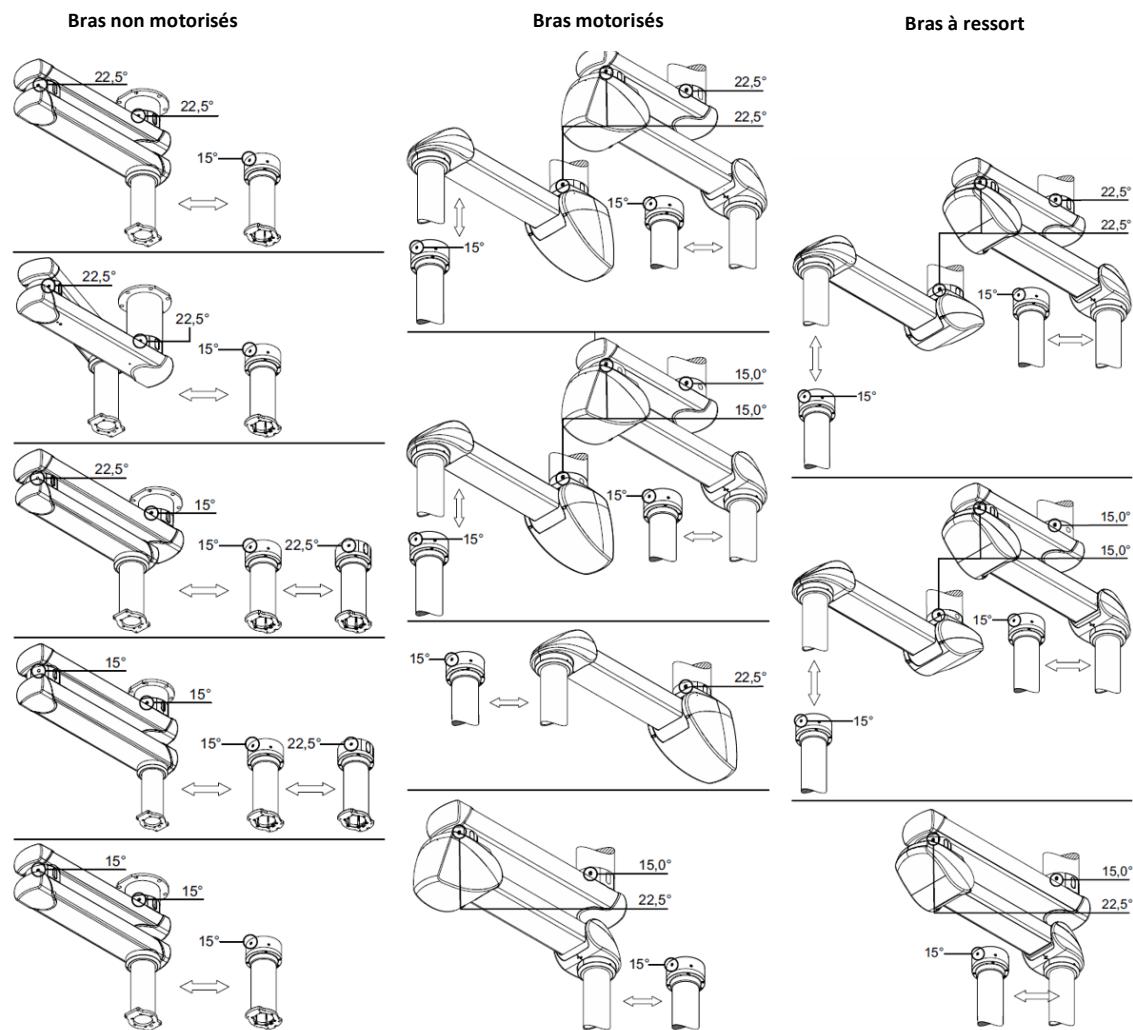

Fig.8 Réglage des butées rotatives
- Pour les versions à double bras avec roulement à friction entre les deux, il est recommandé de monter 2 butées à billes (3) (voir Fig. 8). L'illustration détaillée montre le roulement intermédiaire (11) (sans bague extérieure) et la position de la vis de butée (1) dans les butées à billes (3).
Lorsque vous réglez la butée de fin de course comme illustré à la figure 8, la zone de point mort est de 45°. Cela signifie que le bras compensé (3) a une amplitude de mouvement maximale d'environ 315°. Si le réglage minimum de la butée n'est pas défini lors du réglage des freins sur le palier intermédiaire (11) et le palier de plafond (10), il est très difficile de plier le système de suspension à partir de la position tendue (12) et de le tourner sur le palier intermédiaire (11) du bras compensé (3).